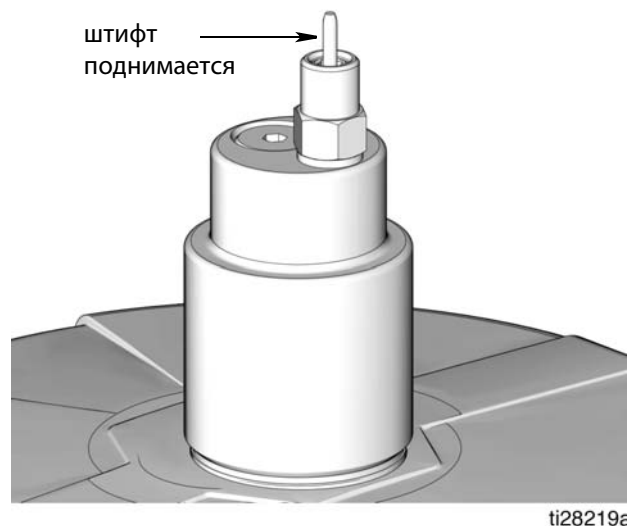

Рис. 23
2. Подсоедините шланг подачи (J) к быстроразъемному соединителю (V).
3. Включите насос станции дистанционного заполнения (F) и заполните резервуар насоса G3 (D) так, чтобы указательный штифт на автоматическом запорном устройстве для заполнения выдвинулся вверх, как показано на Рис. 23. Давление в наполнительном насосе (F) поднимется, и он перейдет в состояние срыва подачи.